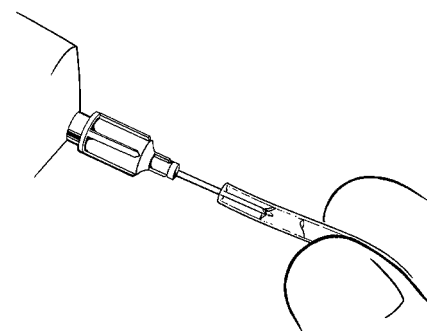

Figura 4-22. Irrigazione dei tubi
3. Usare un ago smusso calibro 22 per irrigare le estremità del tubo (**Figura 4-22**) con soluzione fisiologica normale per rimuovere particolato e aria prima di procedere alla connessione.